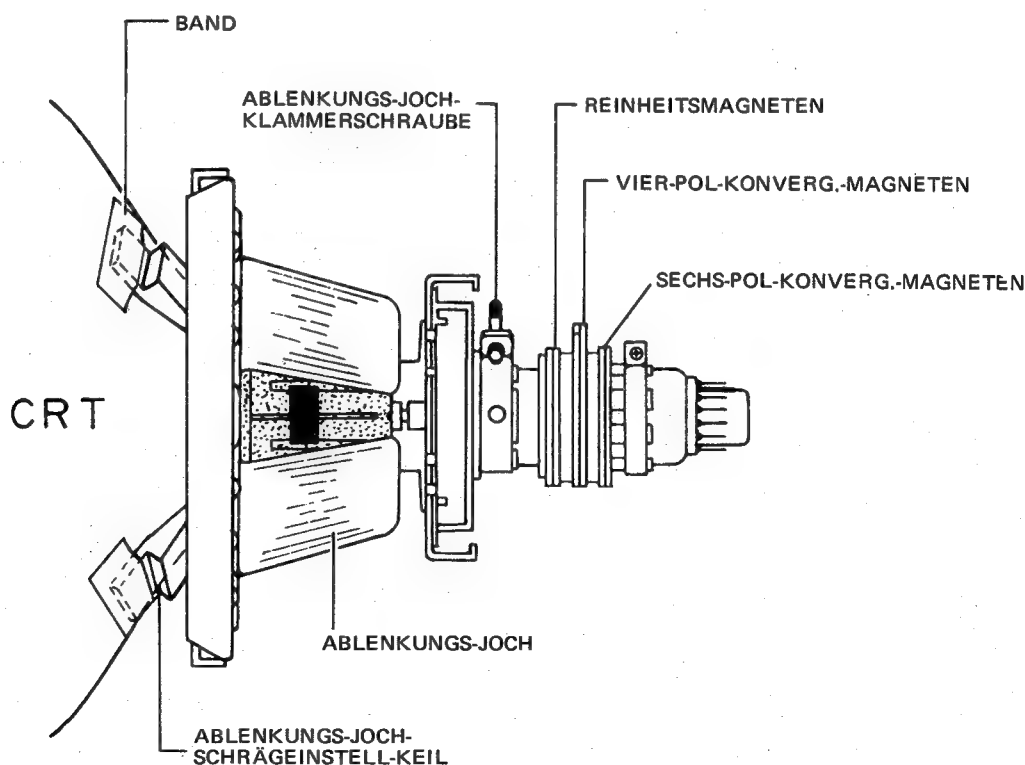

Abbildung 1. Lage der Teile am Bildröhren-Hals
1. Auf korrekte Lage aller Hals-Teile prüfen. (Siehe Abb. 1).
4. Um ein leeres Raster zu erhalten eine kurze Klammerleitung zwischen der Nadel ⑪ von I401 und Erde einsetzen. Danach die Bildschirm-Kontrolle CW drehen, bis ein normales Raster erhalten wird.